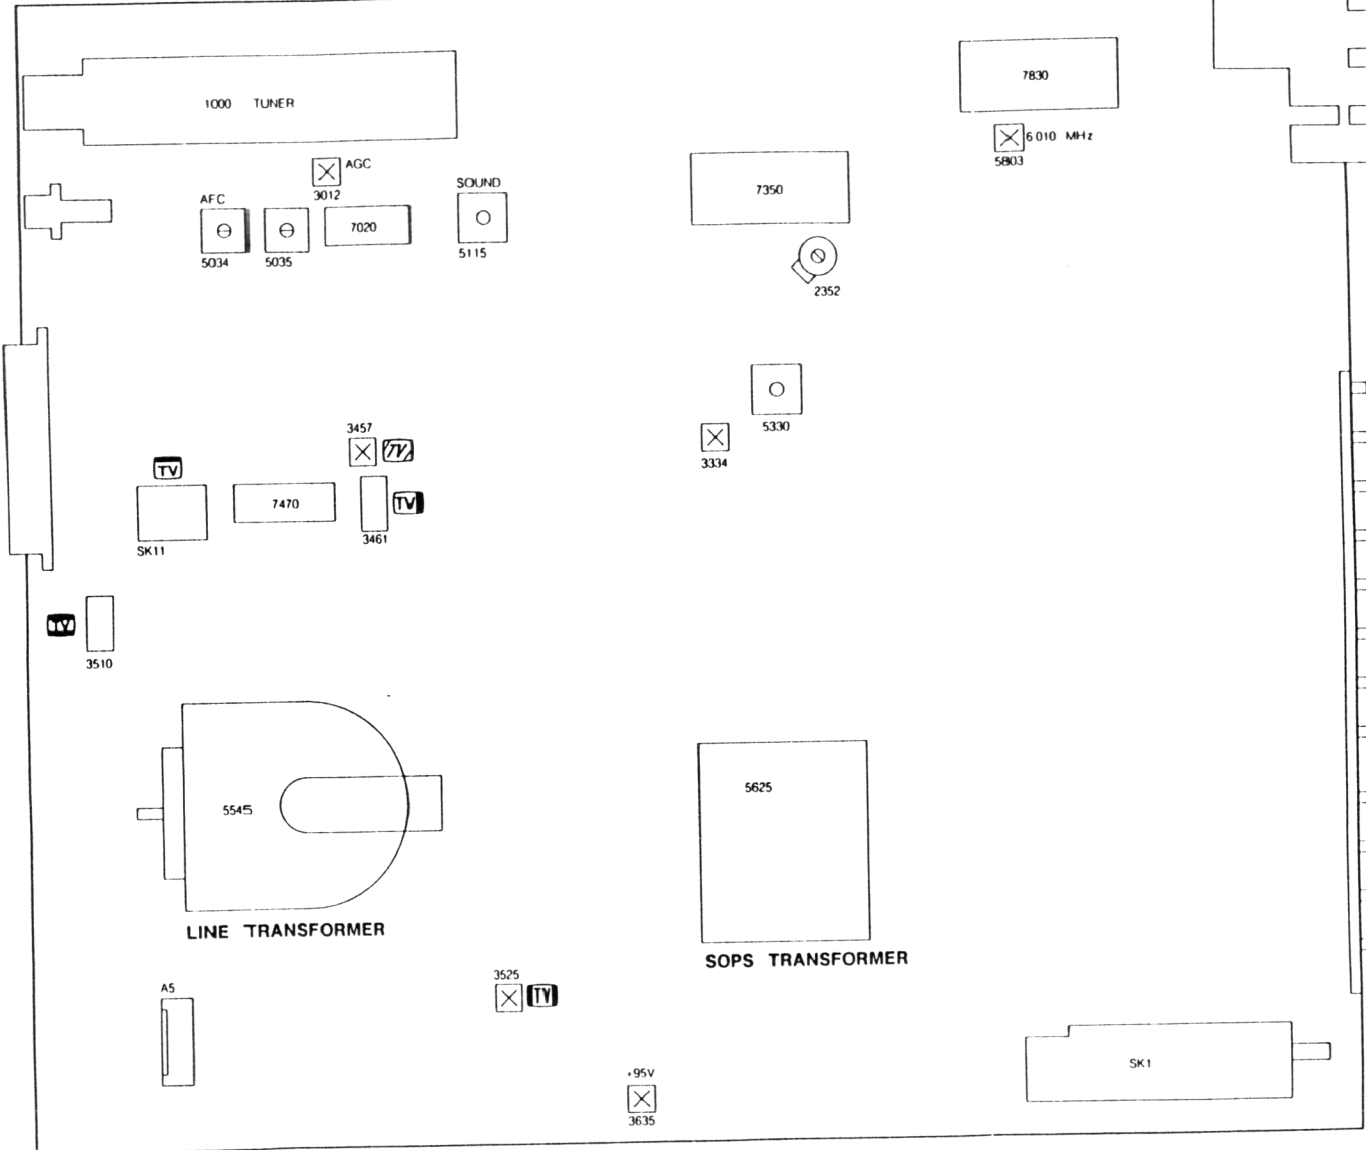

Fig. 11
A. Einstellungen an der Hauptplatine (siehe Bild 11)**1. +95V-Versorgungsspannung**